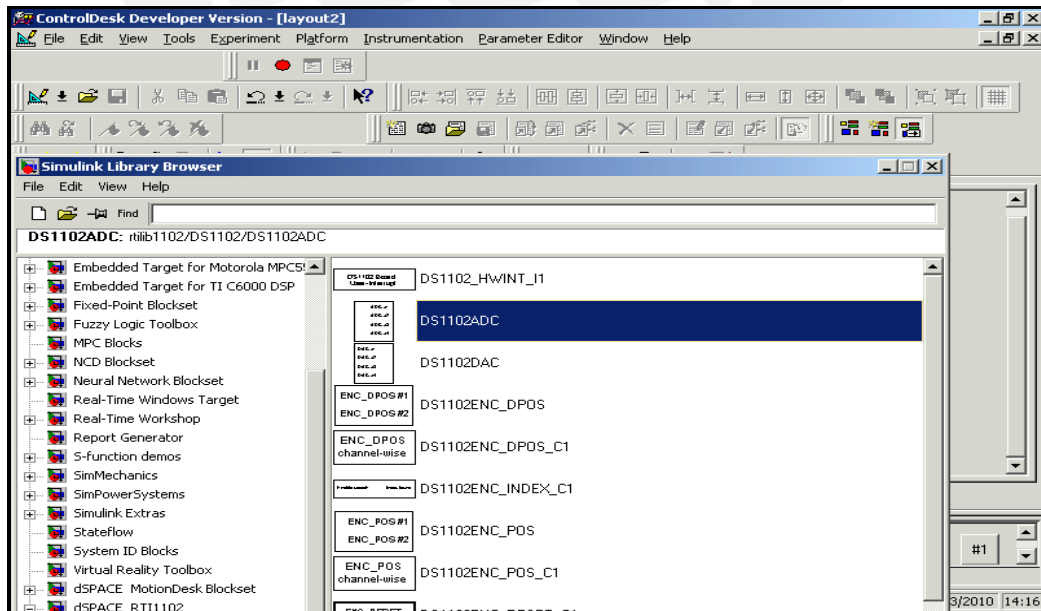

Fig. 2.5: Bloques de la librería de la DSpace1102
- Fig. 2.5: En la ventana Simulink Library Browser, hacer clic en los signos +/- para examinar la librería RTI1102